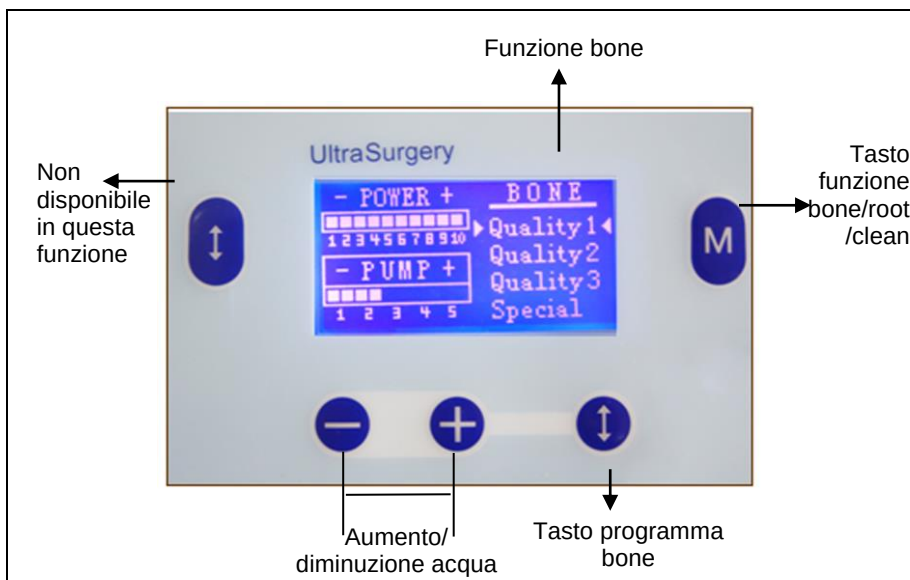

Fig. 8
a) *Funzione BONE (OSSO) (Fig. 8)*
- 5** *Al termine del ciclo di pulizia, l'apparecchiatura esce dalla funzione CLEAN e ritorna alla funzione BONE (Fig. 8);*